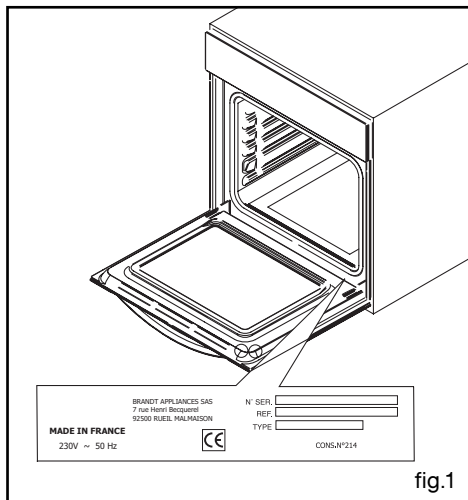

fig.1
- b) Dévissez le hublot (fig.1).
Les éventuelles interventions sur votre appareil doivent être effectuées par un professionnel qualifié dépositaire de la marque. Lors de votre appel, mentionnez la référence complète de votre appareil (modèle, type, numéro de série). Ces renseignements figurent sur la plaque signalétique (Fig.1).